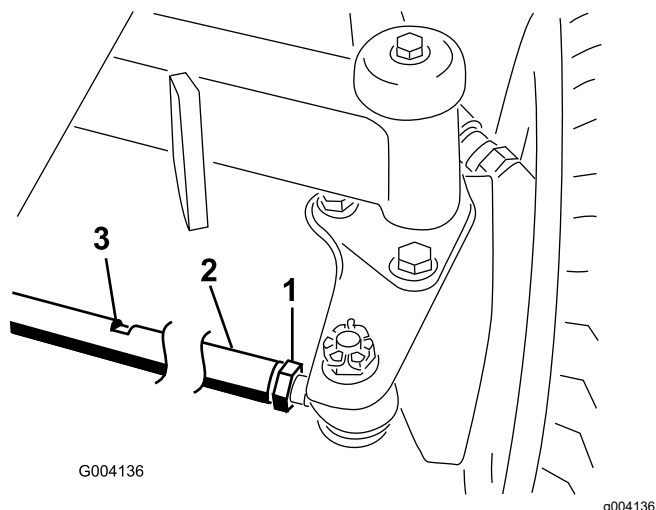

Figura 134
1. Allentate il controdado da ciascun lato del tirante (Figura 134).